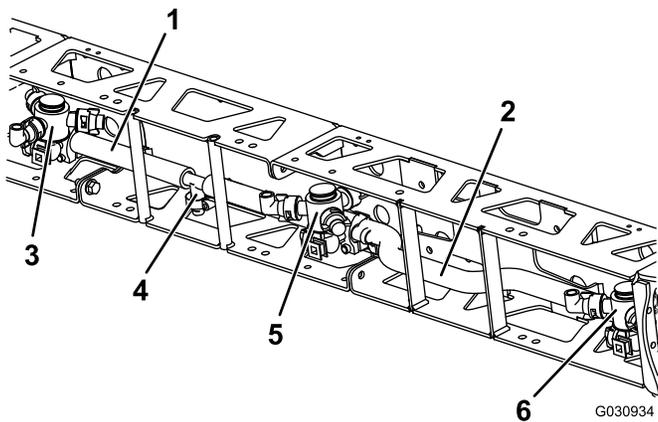

Bild 13
- Befestigen Sie den rechten Auslegerschlauch am Gehäuse mit zwei Drehkreuzen der mittleren Auslegersektion und dem rechten Gehäuse mit einem Drehkreuz (Bild 13).
6. Montieren Sie das vorher entfernte T-Anschlussstück und die zwei restlichen Schläuche (9-1/8") wie in Bild 13 gezeigt.